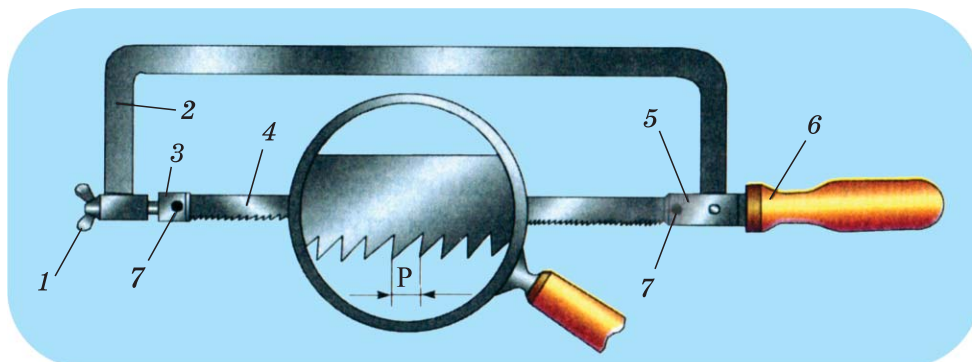

Рис. 1. Ручная слесарная ножовка: 1 – натяжная гайка; 2 – рамка; 3 – подвижная головка; 4 – ножовочное полотно; 5 – неподвижная головка; 6 – ручка; 7 – штифты
Заготовки из **сортового проката*** разрезают слесарной ножовкой (рис. 1). Основными деталями ножовки являются неразъемная рамка (2), ножовочное полотно (4) и ручка (6).